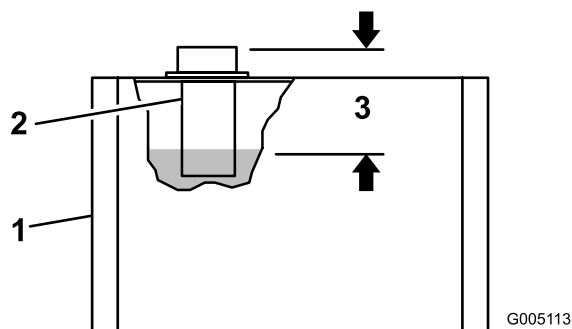

Figura 21
2. Togliete il tappo dalla parte superiore del serbatoio e controllate il livello del fluido. Il fluido dovrebbe trovarsi a circa 89 mm al di sotto del limite massimo del foro di riempimento (Figura 21).